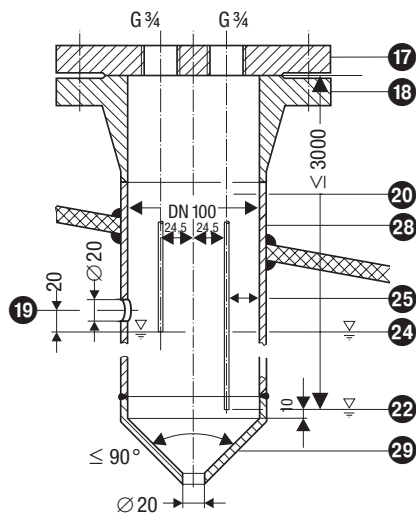

Fig. 18 Schutzrohr (bauseitig) bei Einsatz als innenliegender Wasserstandbegrenzer kombiniert mit Wasserstandregelung oder Hochwasserstandsicherung
- **Eine** Niveauelektrode NRG 1...-51 kann mit einer GESTRA-Niveauelektrode, einem Niveauschalter oder -transmitter für die Wasserstandregelung und Wasserstandbegrenzung in ein gemeinsames Schutzrohr bzw. Messgefäß (Innendurchmesser 100 mm) eingebaut werden. **Fig. 18.** Bei Verwendung einer Niveauelektrode NRG 1...-50 (Wasserstandbegrenzung) muss sie bei innenliegendem Einbau mindestens 40 mm von der oberen Ausgleichsbohrung entfernt sein.